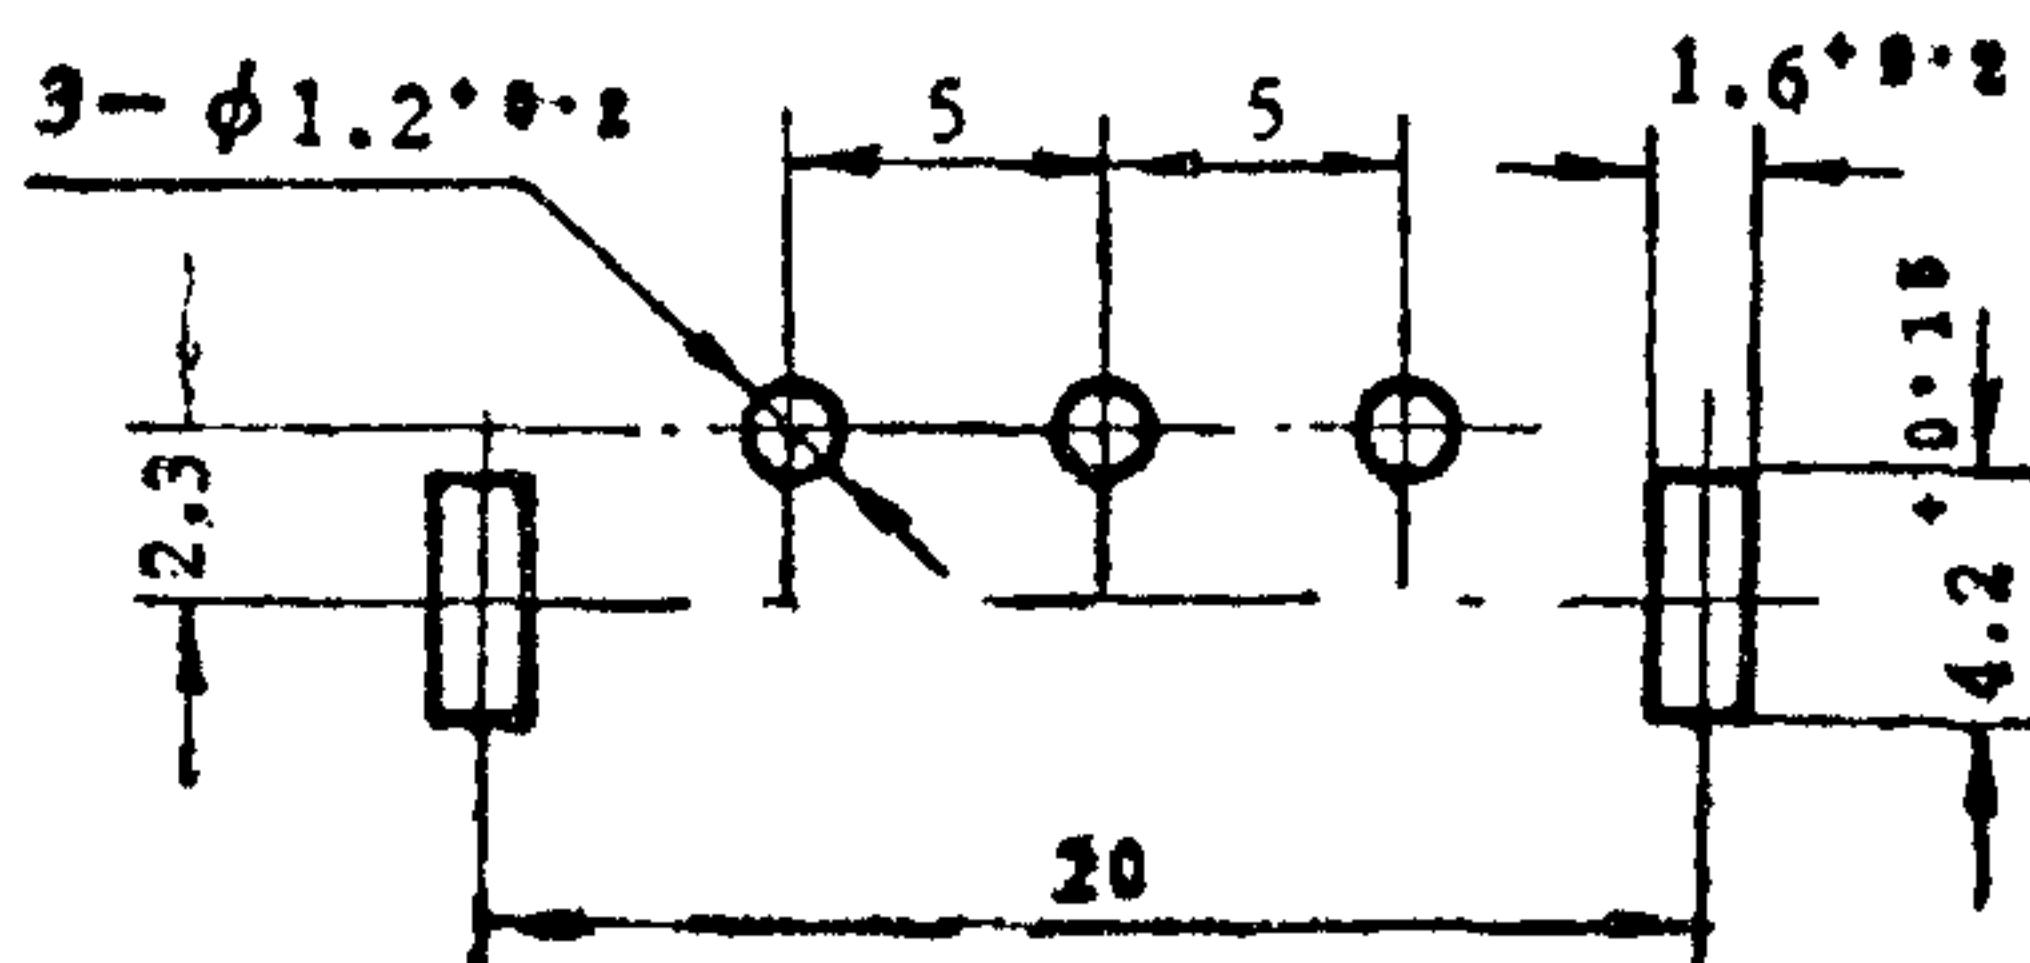
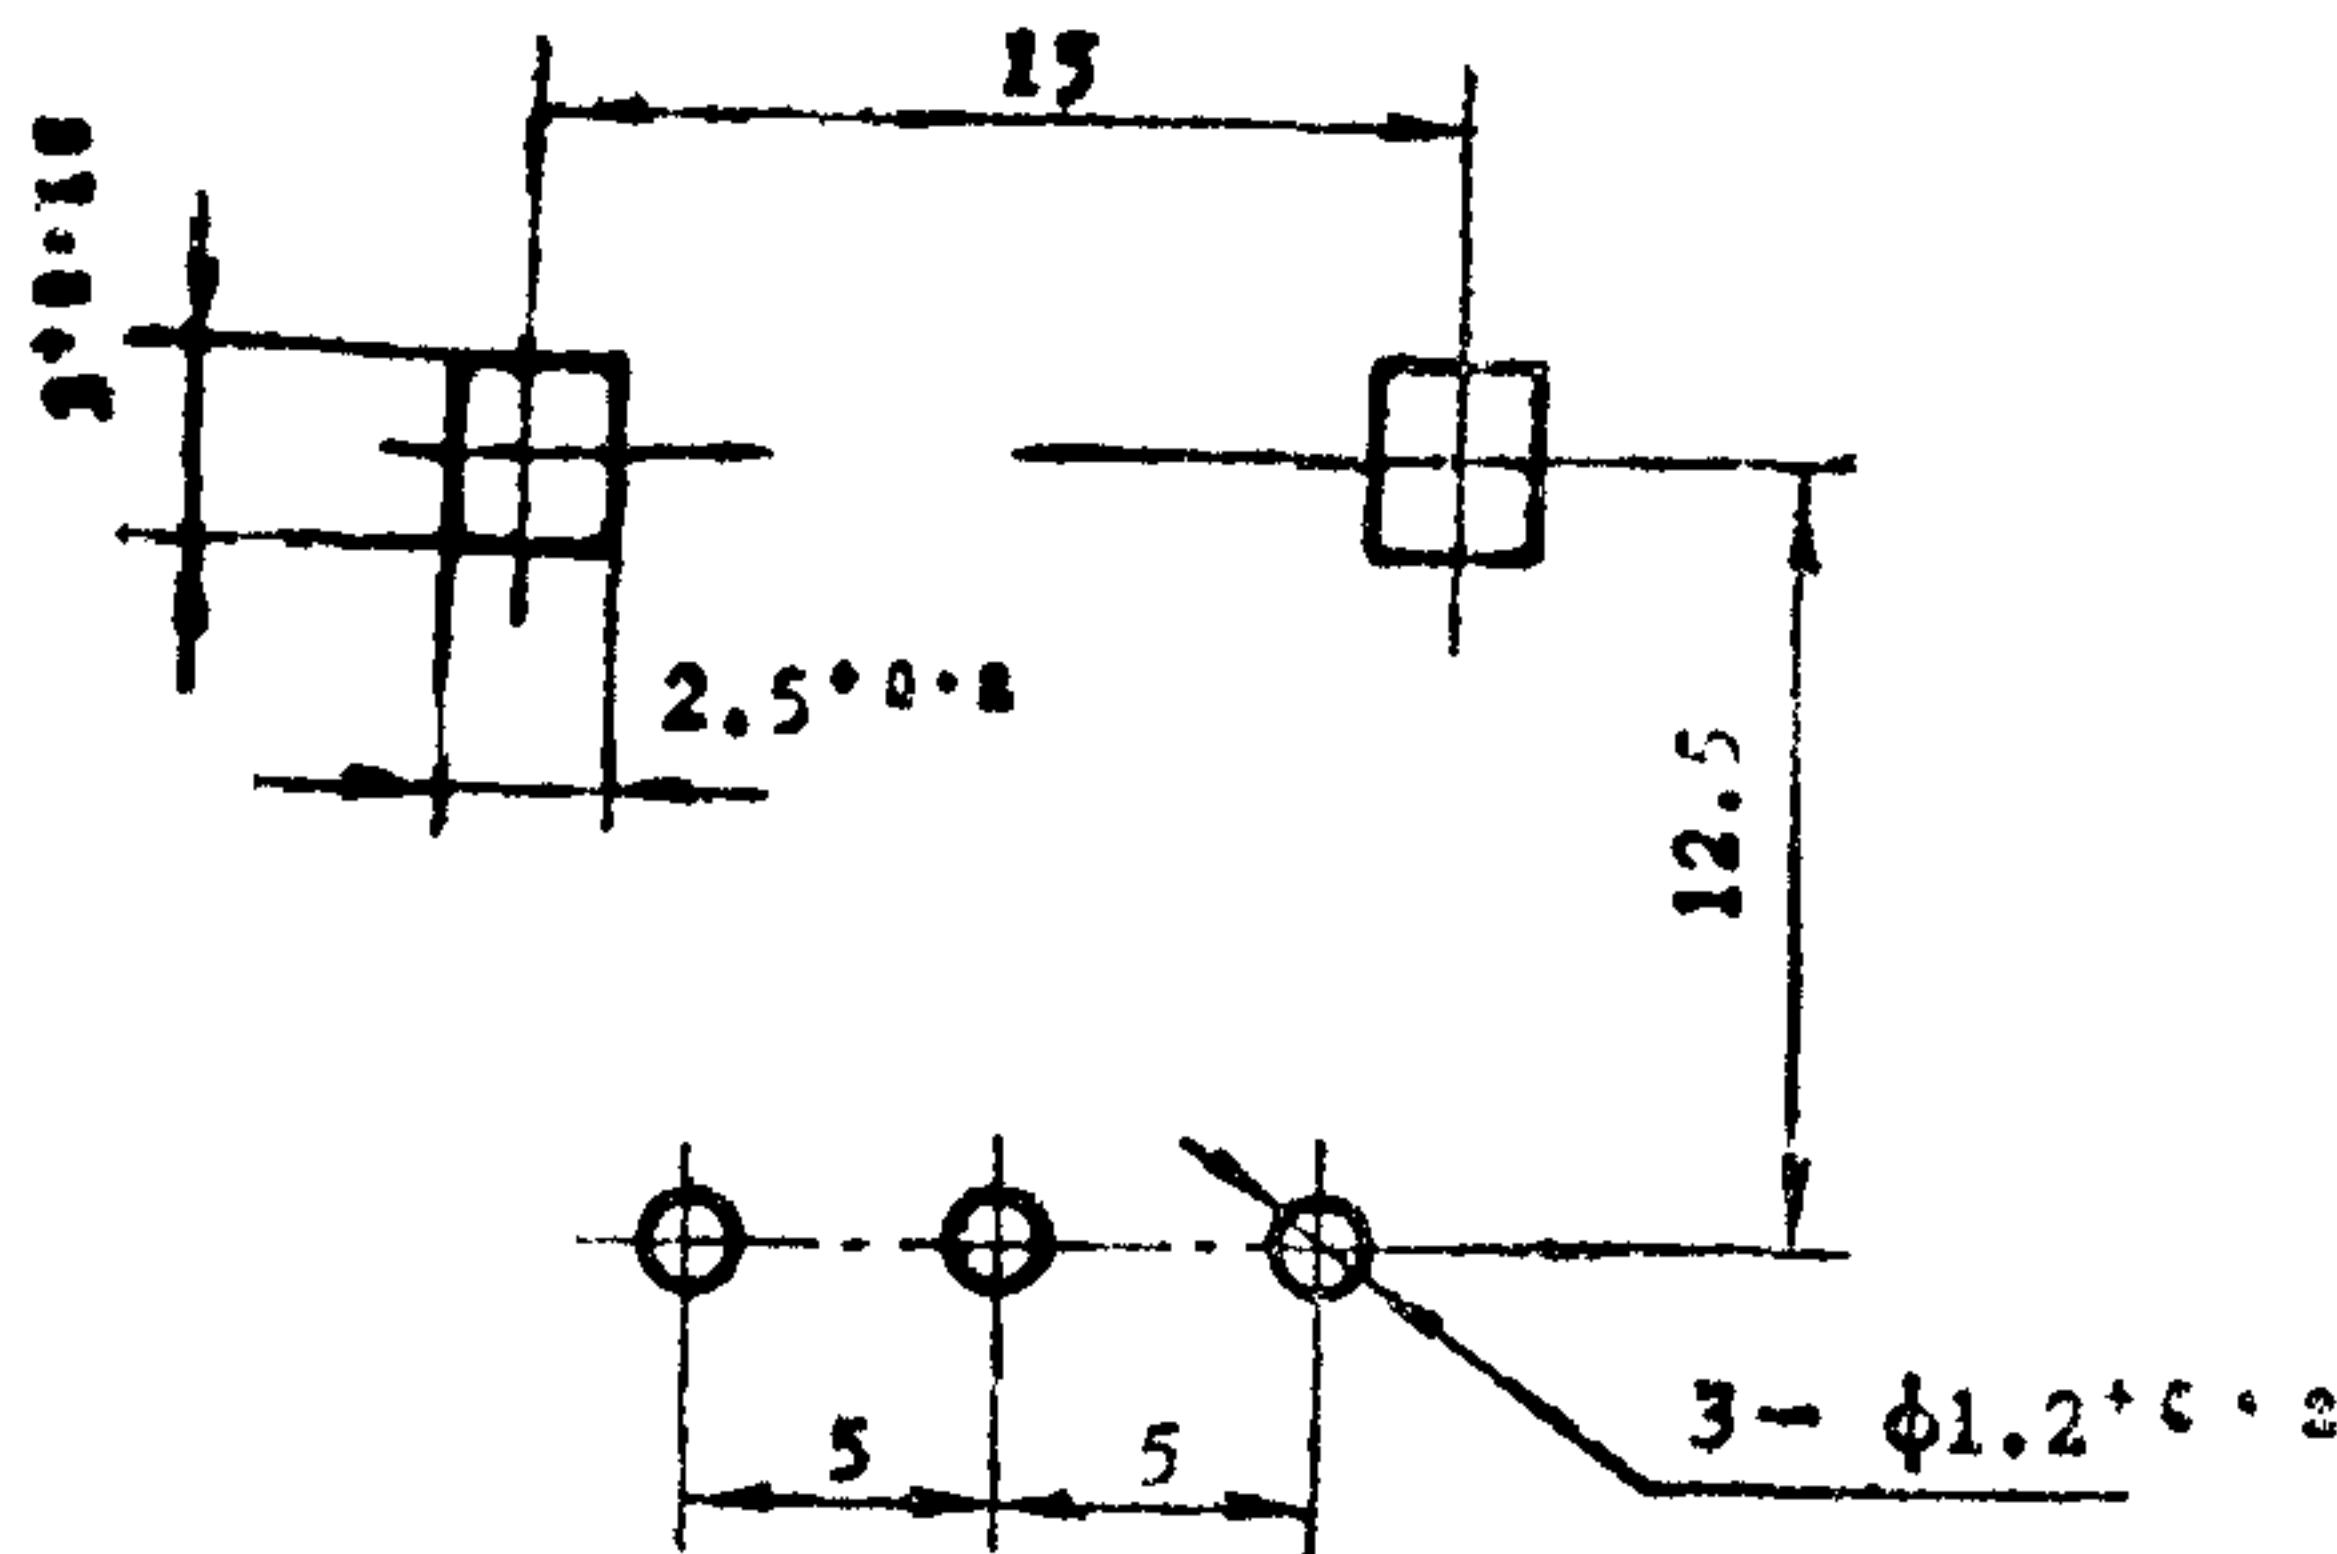

图1 WH159—1A型
图2 WH159—1B—1型
1.1.1 WH159—1A型、WH159—1B—1型低功率电位器应用引出端安装法安装在厚度不小于1.5mm的印制板上并加以焊接。安装尺寸见图1，图2。